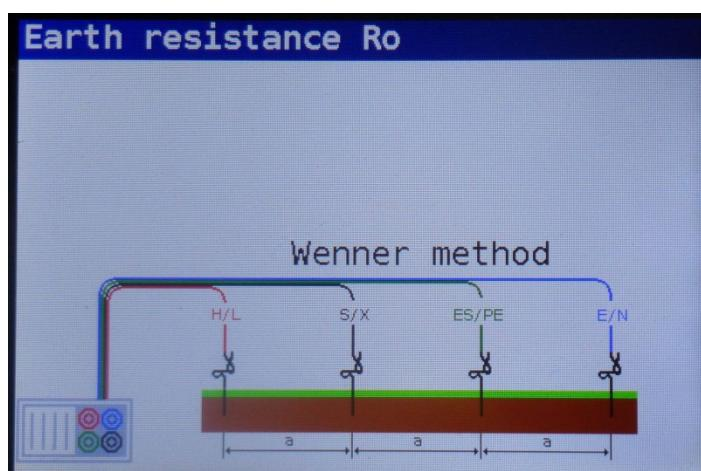

Abbildung 5-51: Anschlussplan
Schritt 3 Führen Sie die Messung des **spezifischen Erdungswiderstands** nach dem in Abbildung 5.51 gezeigten Anschlussschema durch.